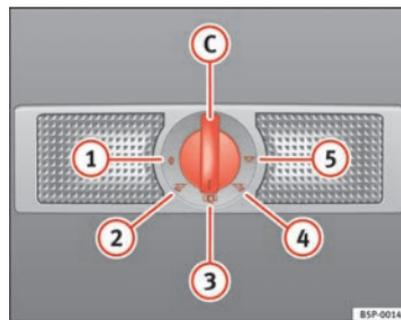

Fig. 81 Revestimento interior do tejadilho: iluminação interior e de leitura da parte traseira do habitáculo.
Com o interruptor ⇒ fig. 81 (C) podem ser seleccionadas as seguintes posições:
Com o interruptor na posição ⇒ fig. 81 (1) a luz interior e as luzes de leitura estão desligados.